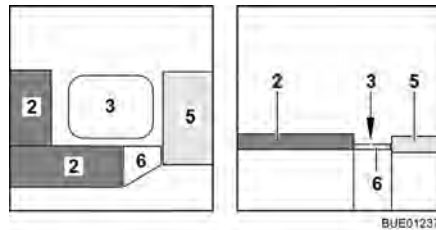

Bild 92 Under ombyggnaden
- Haka i sängbreddningen (Bild 92,6) i sittbänkarna.